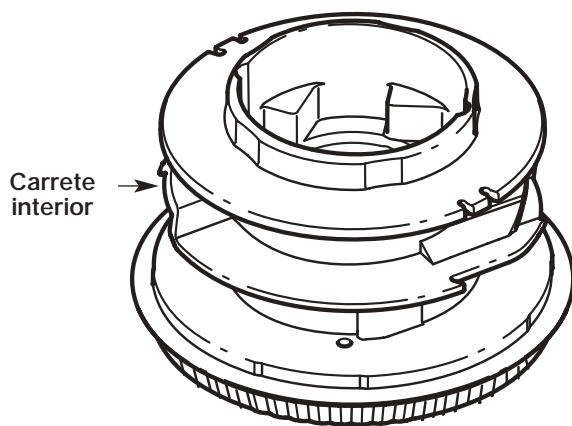

Fig. 25
4. Saquee toda la línea que haya en el carrete interior antes de limpiarlo. Saquee todos los residuos o pasto de la perilla, resorte, carrete interno y sello de espuma. Lave el carrete interior con agua jabonosa tibia (Fig. 25).